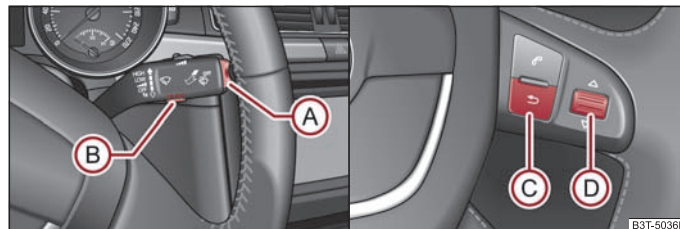

Fig. 19 Indicatorul multifuncțional: Elementele de comandă de la maneta de acționare a ștergătoarelor / elementele de comandă de pe volanul multifuncțional
Comutarea între memorii are loc de la tasta **(B)** ⇒ fig. 19 de pe maneta de acționare a ștergătoarelor sau cu ajutorul tastei **(D)** de pe volanul funcțional* ⇒ fig. 19.
Tasta basculantă **(A)** și tasta **(B)** se găsesc în maneta de acționare a ștergătoarelor de parbriz ⇒ fig. 19. Comutarea și resetarea de la volanul multifuncțional are loc de la roțița **(D)** ⇒ fig. 19.
Când temperatura scade sub +4 °C, în fața valorii temperaturii apare simbolul unui fulg de nea (avertizare pentru polei) și se emite un semnal sonor de avertizare. După apăsarea tastei basculante **(A)** ⇒ pagina 20, fig. 19 de pe maneta ștergătoarelor, respectiv a tastei **(C)** ⇒ pagina 20, fig. 19 de pe volanul multifuncțional*, se afișează funcția care a fost afișată ultima dată.
Pe ecran apare durata de deplasare de la ultima ștergere a memoriei. Dacă doriți să cronometrați timpul de deplasare de la un anumit moment înainte, trebuie să resetați memoria pe zero în acel moment, apăsând tasta **(B)** ⇒ pagina 20, fig. 19 de pe maneta ștergătoarelor sau roțița **(D)** ⇒ pagina 20, fig. 19 de pe volanul multifuncțional* mai mult de 1 secundă.
Dacă doriți să măsurați consumul de combustibil mediu pentru o anumită perioadă de timp, la începutul măsurării trebuie să resetați memoria pe zero, de la tasta **(B)** de pe maneta ștergătoarelor ⇒ pagina 20, fig. 19 sau de la roțița **(D)** de pe volanul multifuncțional* ⇒ pagina 20, fig. 19. După ștergere, în primii 100 metri, pe display se vor afișa linii.
Pe display apare distanța parcursă de la ultima ștergere a memoriei ⇒ pagina 19. Dacă doriți să calculați distanța parcursă dintr-un anumit moment înainte, trebuie să resetați memoria pe zero în acel moment, apăsând tasta **(B)** ⇒ pagina 20, fig. 19 de pe maneta ștergătoarelor sau roțița **(D)** de pe volanul multifuncțional* ⇒ pagina 20, fig. 19.
Pe display apare viteza medie în km/h de la ultima ștergere a memoriei ⇒ pagina 19. Dacă doriți să calculați viteza medie pentru o anumită perioadă de timp, la începutul măsurării trebuie să resetați memoria pe zero, de la tasta **(B)** ⇒ pagina 20, fig. 19 de pe maneta ștergătoarelor sau de la roțița **(D)** de pe volanul multifuncțional* ⇒ pagina 20, fig. 19.
- Apăsați tasta **(B)** ⇒ pagina 20, fig. 19 de pe maneta ștergătoarelor sau roțița **(D)** de pe volanul multifuncțional* ⇒ pagina 20, fig. 19. Pe display-ul de informații* se afișează **Speed warning 50 km/h (Avertizare la 50 km/h)**. Această valoare o puteți mări sau reduce cu ajutorul tastei **(A)** de pe maneta de acționare a ștergătoarelor sau prin rotirea roțiței **(D)** de pe volanul multifuncțional*.
Dacă veți depăși această limită de viteză, pe display se va afișa **Speed 50 km/h exceeded (Depășire viteză 50 km/h)**. Acest anunț rămâne afișat până când reduceți viteza sub limita setată, sau până când dezactivați anunțul apăsând tasta **(B)** de pe maneta ștergătoarelor ⇒ pagina 20, fig. 19 sau roțița **(D)** de pe volanul multifuncțional* ⇒ pagina 20, fig. 19.